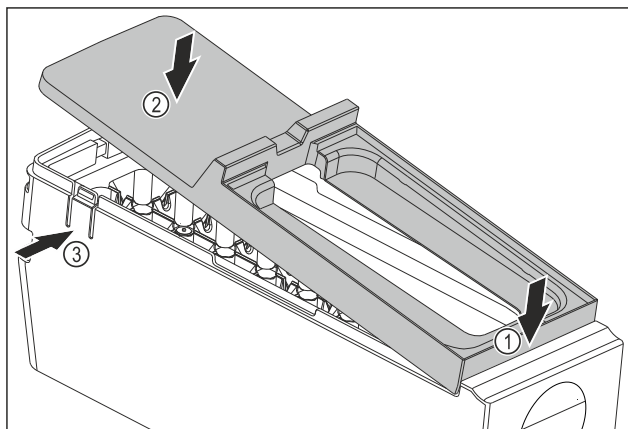

Fig. 79
- ▶ Montare la copertura del corpo dell'EasyTwist-Ice: Applicare la copertura sul davanti. Fig. 79 (1)
- ▶ Abbassare la copertura sul retro. Fig. 79 (2)
- ▷ La copertura si innesta in entrambe le linguette Fig. 79 (3) in modo udibile.